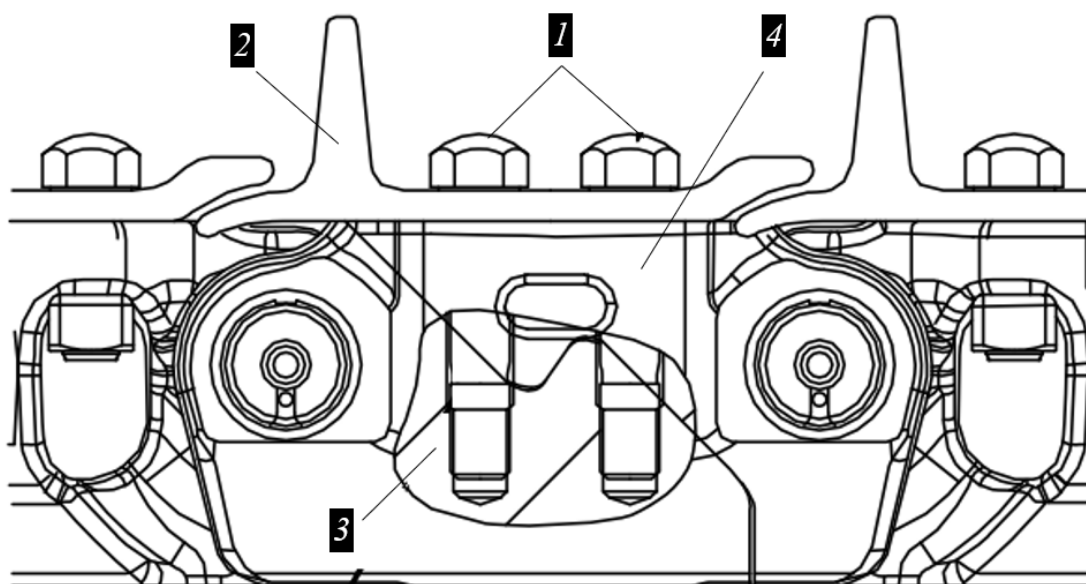

Рисунок 5.107. Процесс разъединения замыкающих полузвеньев цепи
- ▶ Ослабить болты крепления 1 башмака гусеницы (повернув на 1-2 витка), рис. 5.107.
- ▶ Установить башмак 2, наживить крепежные болты 1, рис. 5.107.